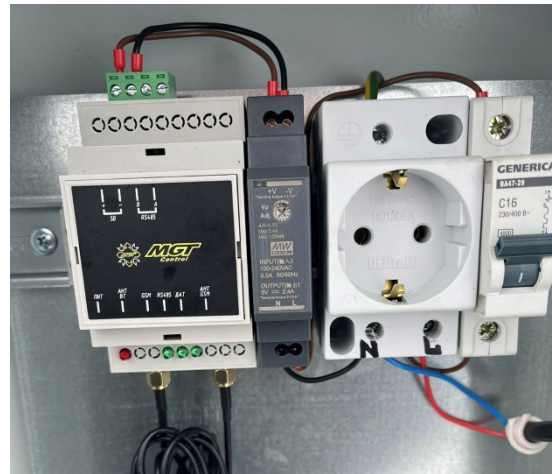

рис.2
- 3) Вставить штекер блока питания в гнездо на корпусе «MGT БСПС-2». Включить блок питания в сеть (рис.2).